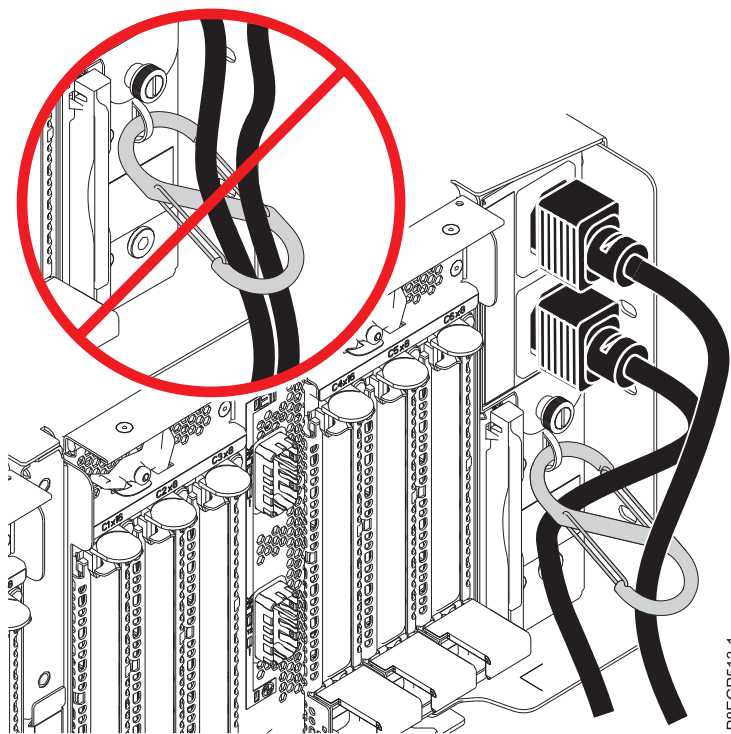

Figure 20. Routage des câbles d'alimentation dans le mousqueton en S et branchement de ces câbles au bloc d'alimentation
- b. Faites passer les câbles d'alimentation par le mousqueton en S de sorte qu'ils n'encombrent pas le(s) module(s) de sortance à 6 emplacements PCIe3. Voir figure 20.
- c. Connectez les autres extrémités des câbles d'alimentation aux blocs d'alimentation du tiroir d'extension EMX0 PCIe3 que vous installez. Voir figure 20.